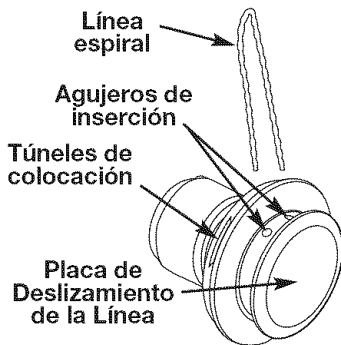

Fig. 11
NOTA: Antes de insertar la línea nueva en los agujeros del cabezal de corte, identifique los agujeros adecuados siguiendo las instrucciones en la plancha de guía de la línea (Fig. 11). No trate de quitar el cabezal de corte de la unidad al cambiar la línea.
1. Inserte ambos extremos de la línea en los agujeros de inserción en el costado del cabezal de corte (Fig. 11).